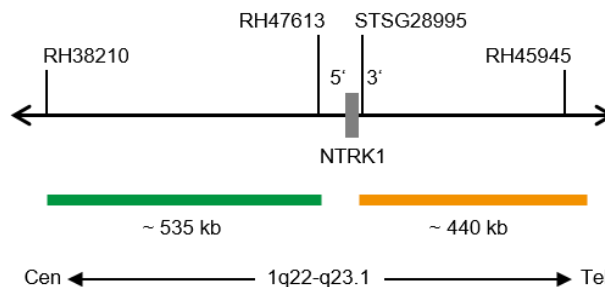

Fig. 1 : Carte de la sonde SPEC NTRK1 (pas à l'échelle)
- Polynucléotides marqués au ZyGreen (excitation 503 nm/émission 528 nm) (~10 ng/μl), qui ciblent des séquences en 1q22-q23.1* (chr1:156,245,849-156,781,745) proximale de la région des points de rupture de NTRK1 (voir figure 1).
- Polynucléotides marqués au ZyOrange (excitation 547 nm/émission 572 nm) (~4,5 ng/μl), qui ciblent des séquences en 1q23.1* (chr1:156,854,527-157,296,918) distale de la région des points de rupture de NTRK1 (voir figure 1).